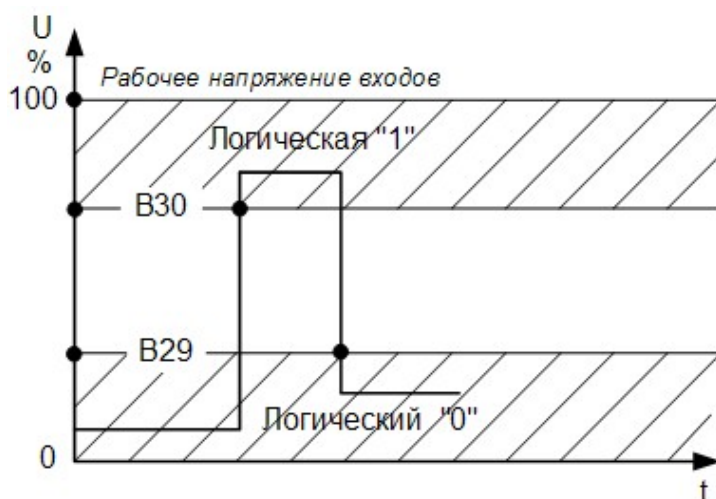

Рисунок 6 – Определение границ логических "0" и "1" сигналов управления на дискретных входах
* По умолчанию верхний уровень логического "0" сигнала управления всех дискретных входов равен 30 %, а нижний уровень логической "1" – 70 % от заданного в В60 значения (см. рисунок 6). ** Если в В58 записано 1 или 2, то при движении команда "Стоп" игнорируется (см. приложение А). *** Под настройкой активного уровня подразумевается: каким логическим сигналом – "0" или "1" будет управляться ЭРА-10 по выбранному дискретному входу.